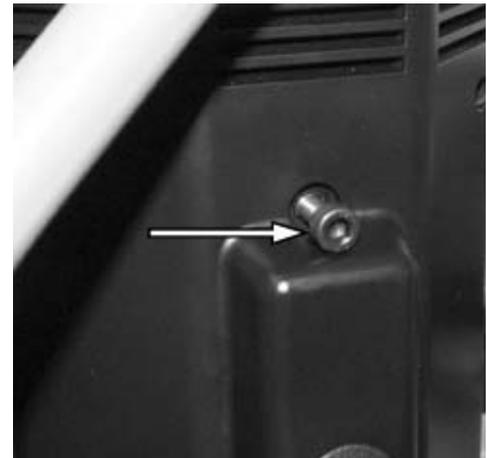

Figura 29.
- Consulte la figura 29. Aplique un poco de Loctite 243 en el extremo del perno M6 e instale el perno. Aplique un par torsor de hasta 3,3-3,9 N m.